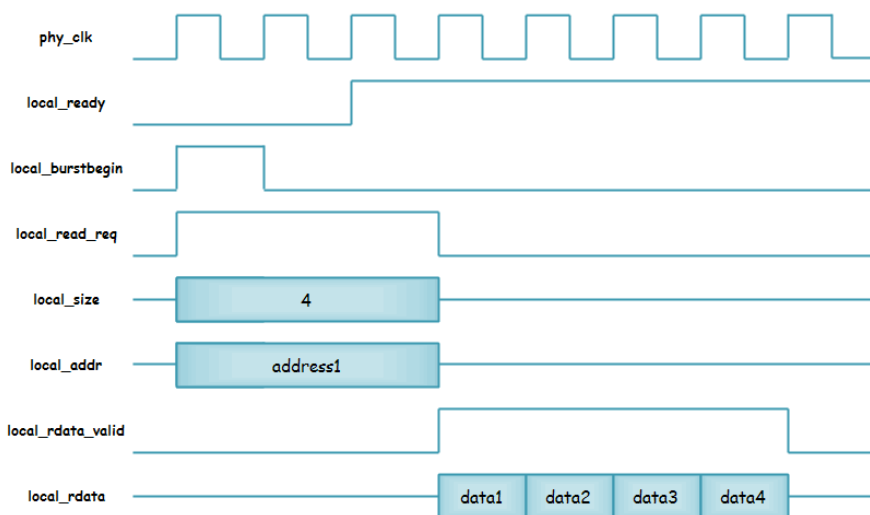

图 15 读忙时的四个数据读取时序
② 如图 15 所示，遇到 local_ready 拉低的读操作，必须保持 local_read_req、local_size 和 local_addr 到 local_ready 拉高为止。